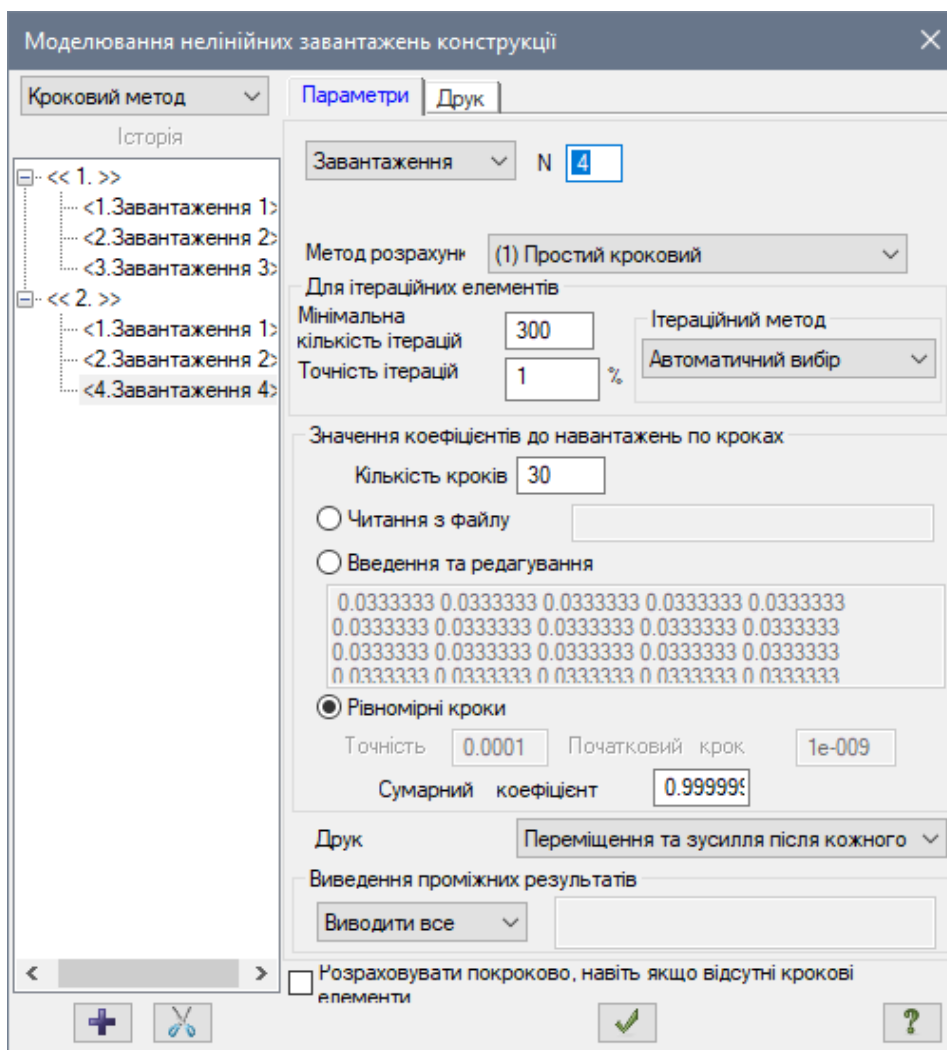

Рис. 7.23. Діалогове вікно **Моделювання нелінійних завантажень конструкції**
- Щоб отримати другу послідовність прикладення навантажень (1, 2 і 4 завантаження), в діалоговому вікні **Моделювання нелінійних завантажень конструкції** (рис. 7.23) в полі **Історія** виділіть першу історію навантажень і натисніть на кнопку **+** – **Додати**.
- в розкритому списку **Метод розрахунку** виберіть рядок **(1) Простий кроковий**;